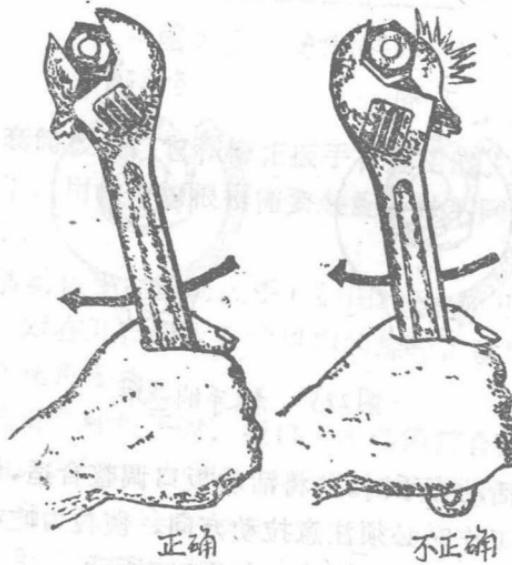

图 227 活动扳手的使用
4. 活动扳手：活动扳手（如图227）的开口大小可以调整，因此，对在开口最大尺寸以内的螺栓都适用。
3. 使用活动扳手时，要将活动扳口调整合适，使其套在螺帽上不松动。工作时必须注意拉动方向，使拉力吃在固定扳口上，否则扳手容易折断或滑出，如图227所示。